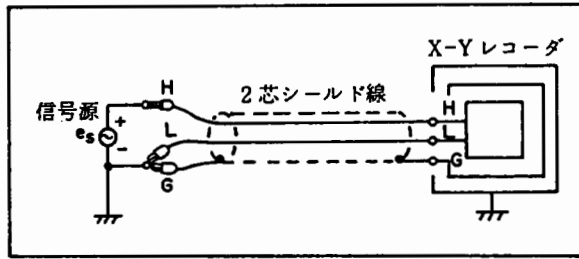
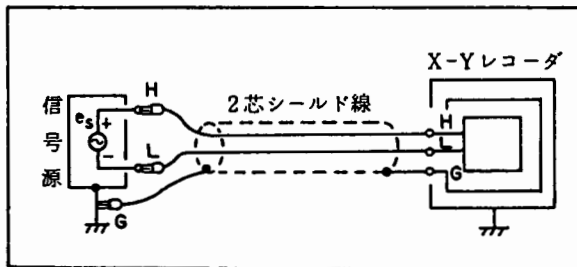
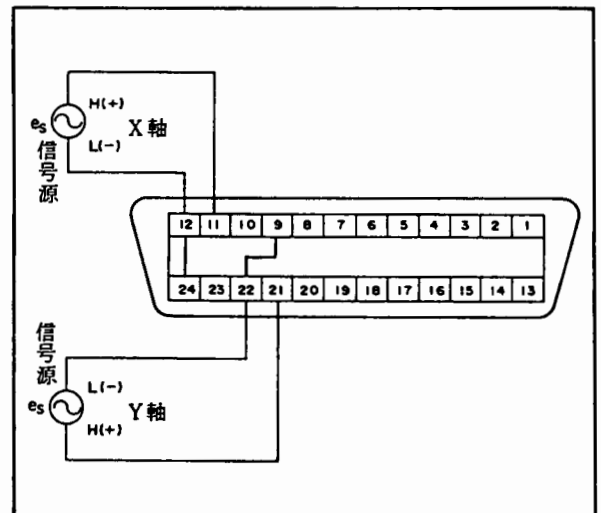

図 3.5
図 3.7
図 3.9
高感度レンジ (5 mV/cm 以下) で使用する場合は、またはコモンモード電圧が問題になるような場合は、できるだけ 2 芯シールド線を使用し、図 3.5 ~ 図 3.7 の中から接続方法を選んでください。
(2) 信号源が接地されているとき……図 3.5 に示すように、信号源の接地側に G を接続します。
(4) 信号源がシールドされているとき……図 3.7 に示すように、G を信号源のシールドに接続します。
通常 1 ペンのときは図 3.9 に示すような配線になります。高感度レンジ (5 mV/cm 以下) で使用する場合、またはコモンモード電圧が問題になるような場合は、できるだけ 2 芯シールド線を使用し、図 3.5 ~ 図 3.7 の中から接続方法を選んでください。